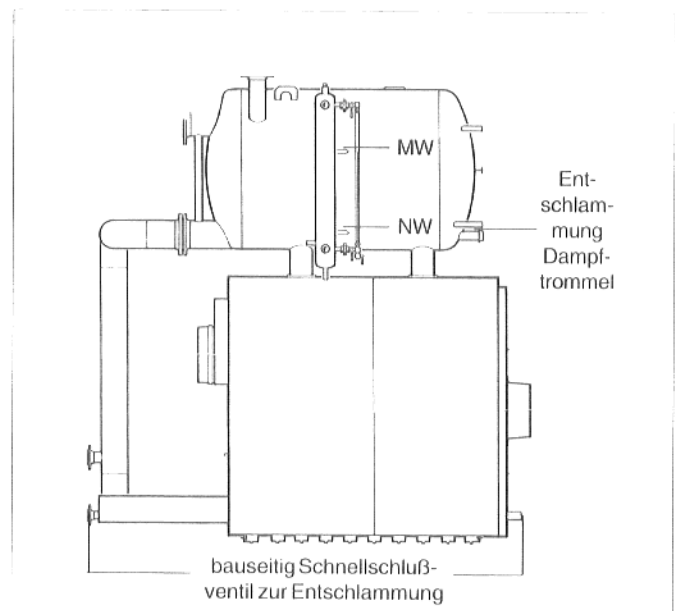

Abb. 48
- Der Wasserstand im Schauglas an der Dampfflasche muß auf der Höhe der "MW"-Markierung stehen (Abb. 48 u. 49). Ist dies nicht der Fall, Wasser nachfüllen und Anlage entlüften.
- Etwa 8 Tage nach der Erstinbetriebnahme ist der Kessel gründlich zu entschlammern. Zum Entschlammern des Kesselblockes sind an der unteren Kesselnabe bauseits Schnellschlußventile vorgesehen (Abb.48).
- Zum Reinigen der Dampftrömmel das Wasser aus dieser ablassen, die Schraubkappe vorne links an der Dampftrömmel (Abb. 48) abnehmen und die Dampftrömmel mit einem scharfen Wasserstrahl innen reinigen.